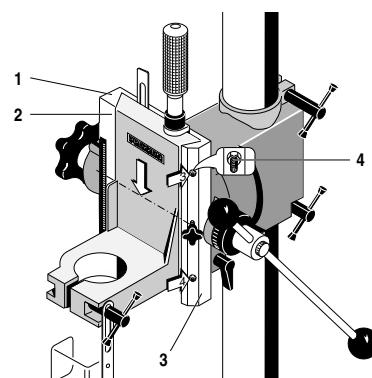

Fig. 9
1. Салазки **1** (рис. 9) установить точно в положение „**Mitte**“ («Центр») по направляющей **2**.
2. Ослабить контргайки юстировочного винта на направляющей **3** и **4** салазок (рис. 9), равномерно ввинтить все юстировочные винты, пока не будет выбран зазор; затем снова затянуть контргайки.